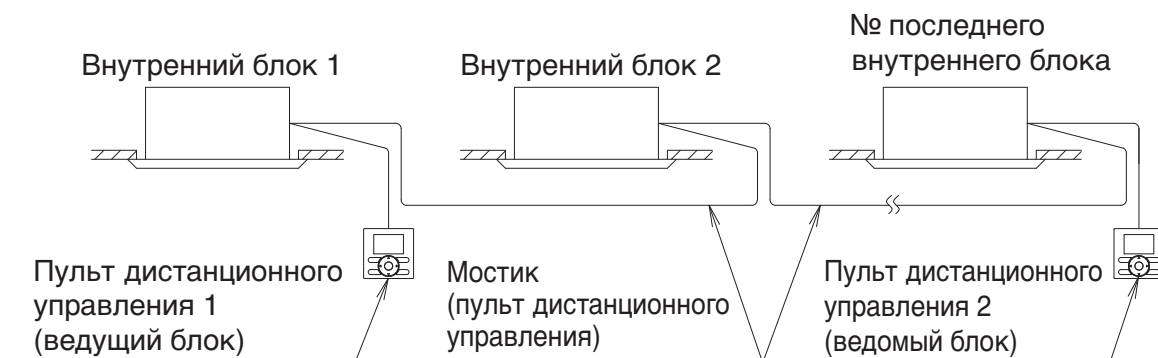

Рис. 20
- При одновременном использовании группового контроля и 2 пультов дистанционного управления подключите пульт дистанционного управления 2 (ведомый) к наружному блоку в конце переходника (последний номер). (См. Рис. 20)